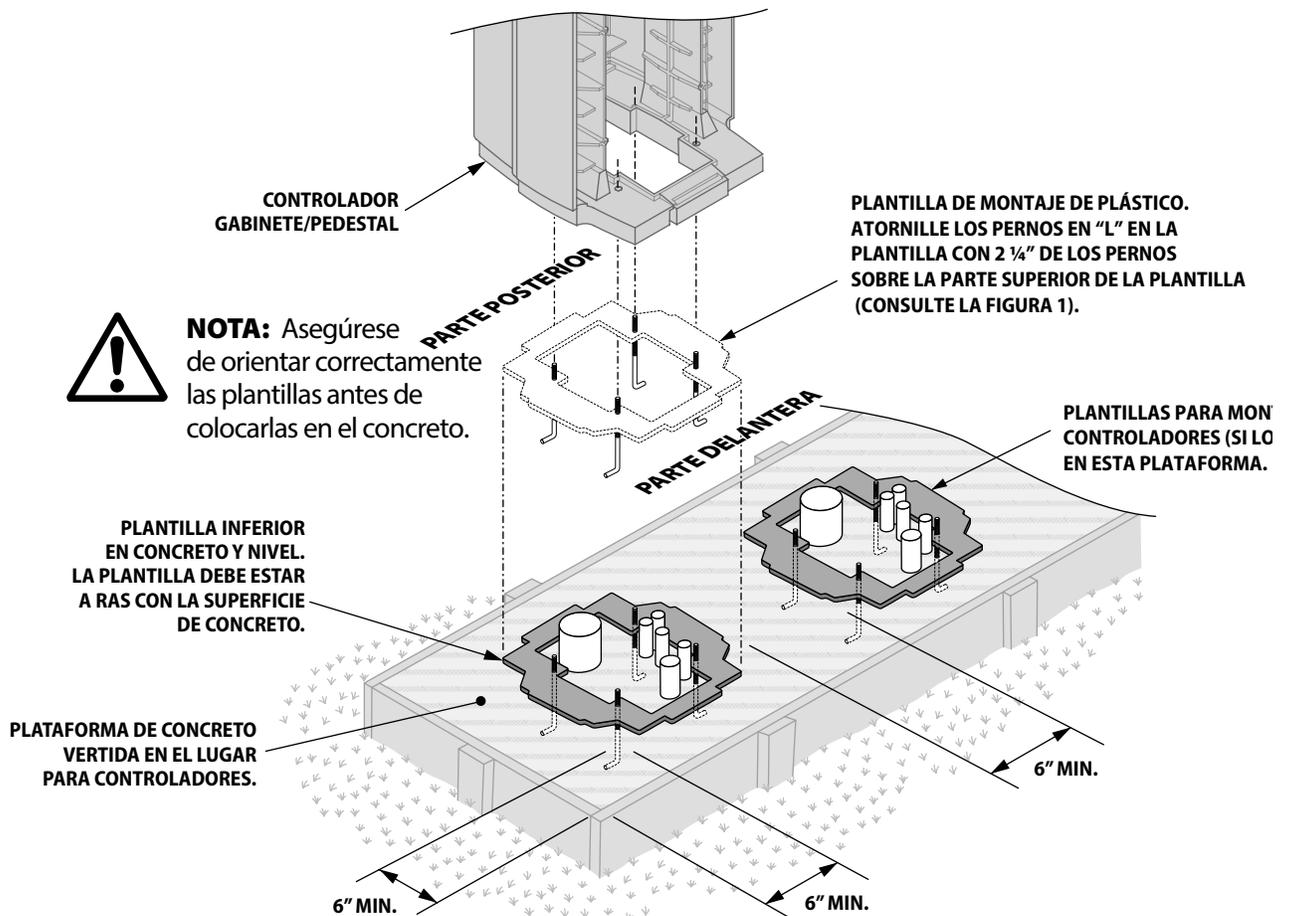

Figura 2
- **Tamaño** - Mínimo 20" x 20". Si monta controladores múltiples en la misma plataforma, adecue el tamaño de la plataforma para permitir al menos 6" de separación entre los controladores (consulte la Figura 2).
2. Baje la plantilla de montaje sobre la plataforma, coloque los pernos en L en el concreto, como se muestra en la Figura 2. Asegúrese de que la plantilla esté nivelada y orientada correctamente antes de colocarla en el concreto al nivel del mismo. Asegúrese de que los pernos en L se extiendan en posición vertical en relación con la plataforma.